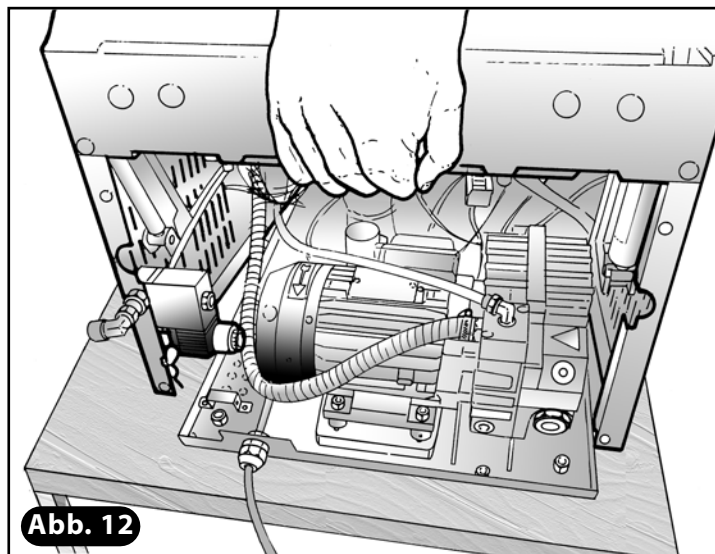

Abb. 12
18) Gehäuse auf den Sockel absenken, dabei auf richtige Positionierung achten (**Abb. 12**).